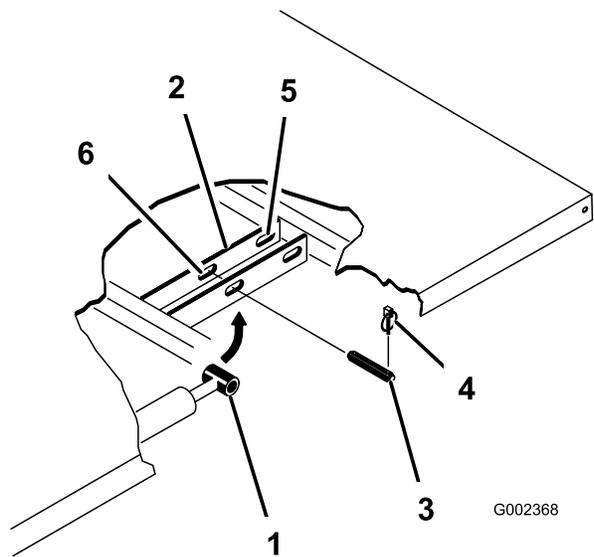

**Figura 22**
3. Spingete il supporto del pianale sull'asta del cilindro, assicurandovi che le alette all'estremità del supporto poggino sull'estremità della canna del cilindro e sull'estremità dell'asta del cilindro (Figura 22).